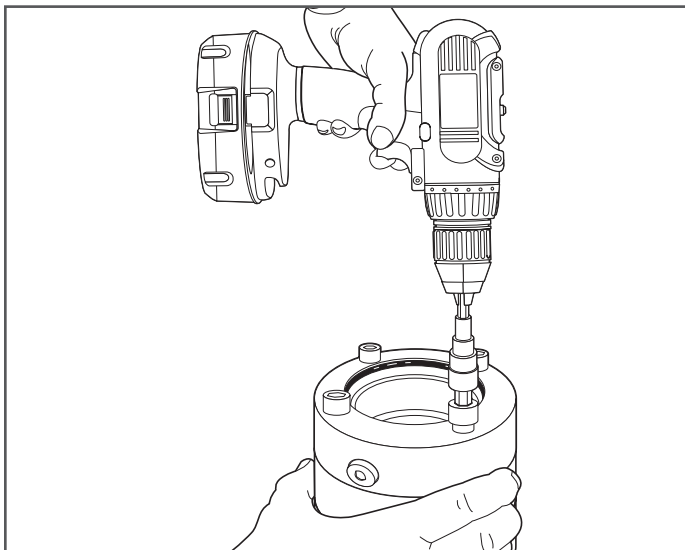

Figure 7-7
8. Desserrez les vis à tête creuse (Figure 7-7).